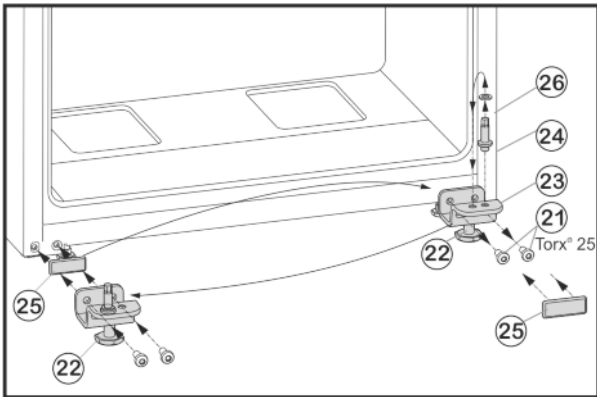

Fig. 6
- ▶ Открутите крепежные винты Fig. 6 (21).
- ▶ Снимите нижний опорный кронштейн Fig. 6 (23) вместе с опорным пальцем Fig. 6 (24), шайбой Fig. 6 (26) и регулируемой опорой Fig. 6 (22).
- ▶ Открутите опорный палец Fig. 6 (24) вместе с шайбой Fig. 6 (26) и, переставив в отверстие на противоположной стороне опорного кронштейна, снова прикрутите.
- ▶ Аккуратно снимите защитную пластину Fig. 6 (25) и переставьте ее на противоположную сторону.
- ▶ Прикрутите нижний опорный кронштейн Fig. 6 (23) вместе с опорным пальцем Fig. 6 (24), шайбой Fig. 6 (26) и регулируемой опорой Fig. 6 (22) с другой стороны шарнира (с моментом 4 Нм), при необходимости используйте аккумуляторный шуруповерт.
- ▶ Установите нижнюю дверцу сверху на опорный палец Fig. 6 (24).
- ▶ Выверните регулирующую опору Fig. 6 (22) на нижнем опорном кронштейне Fig. 6 (23) до ее соприкосновения с полом.